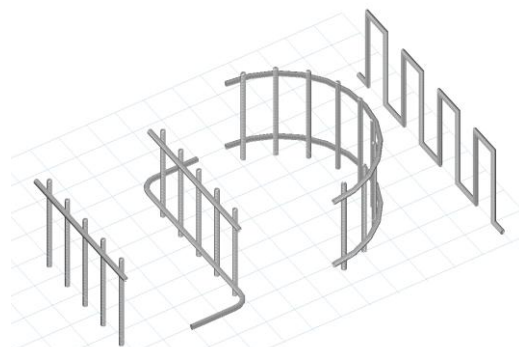
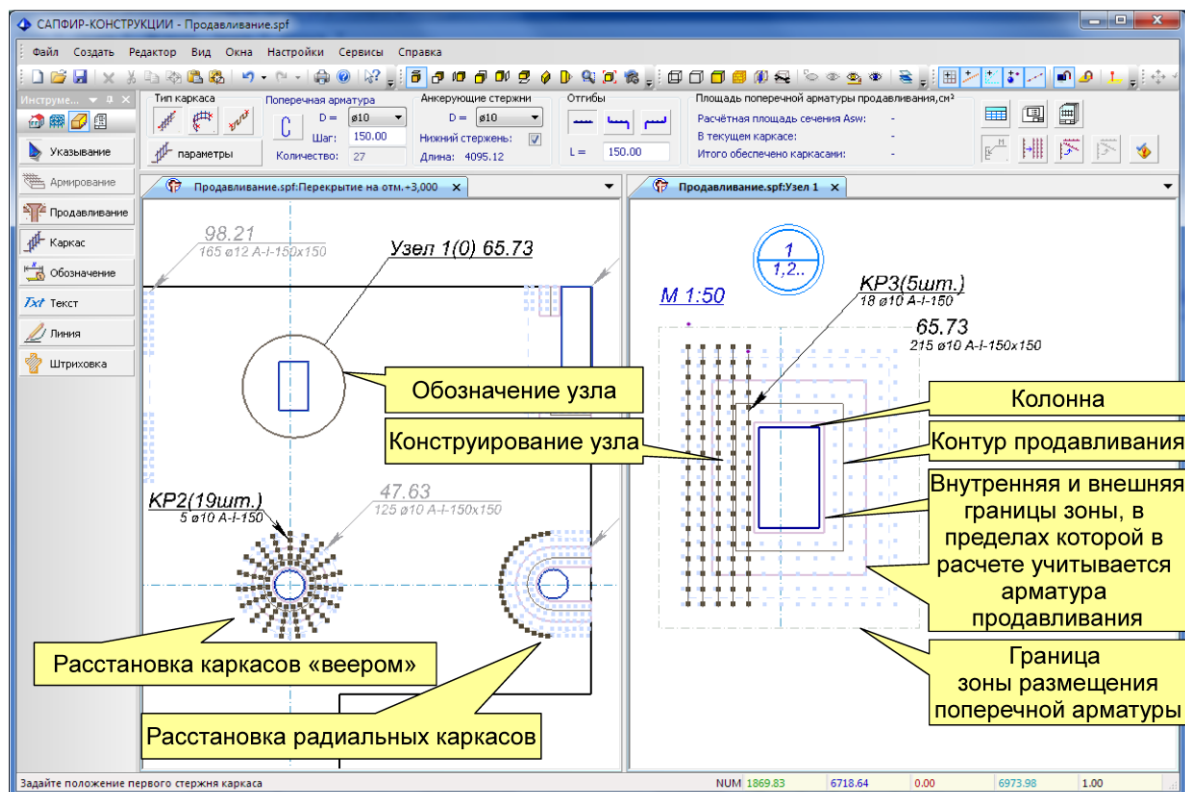

Рис. 23. Каркасы арматуры продавливания
Рис. 24. Конструирование и размещение каркасов на схеме и в отдельном узле армирования
- В автоматическом режиме формируется лист чертежа, включающий схему армирования, чертежи каркасов, ведомости материалов и деталей, спецификацию арматуры, примечания, рис. 24. При дальнейшем редактировании схемы армирования содержимое этого листа чертежей будет обновляться автоматически.
После того, как теоретическая расстановка арматуры закончена, можно приступать к конструированию каркасов. Инструмент «Каркас», рис. 24 позволяет избрать конструкцию каркасов и разместить каркасы в приопорных зонах по результатам вычисленного на предыдущем шаге теоретического армирования. Предусмотрены прямые и радиусные (полукруглые) каркасы, а также каркасы типа «змейка», рис. 23. Прямые и радиусные каркасы могут быть замкнуты нижним распределительным стержнем. Для нижнего стержня могут быть назначены отгибы заданной длины и радиуса в одну или в другую сторону. В прямых каркасах вертикальные стержни могут быть исполнены в виде хомутов. Регулируются шаг, горизонтальные отступы, вертикальные выпуски, длина и радиус отгибов. Можно задать диаметр и шаг поперечной арматуры в каркасе и диаметр распределительной арматуры, то есть стержня, соединяющего поперечную арматуру в каркас. Пользователь размещает каркасы выбранного типа, ориентируясь на теоретические положения стержней, обозначенные в узле продавливания. Программа динамически отслеживает площадь арматуры в узле продавливания, обеспеченную установленными каркасами и информирует пользователя о ее величине. Предоставлены функции ускоренного размещения (параллельно или веером) и оперативной диагностики для выявления наложения каркасов, рис. 24.
Конфигурация каркасов в зоне продавливания некоторого опорного элемента может быть представлена в отдельном виде документирования в качестве узла, см. рис. 24. Узел вычерчивается в укрупнённом масштабе, что облегчает его детальную проработку, нанесение размеров и обозначений. Такой узел может использоваться как шаблон. Его можно применить к другим узлам продавливания, что будет подразумевать повторение аналогичной конфигурации каркасов в этих узлах. Соответственно, в спецификации по каждой плите перекрытия учитывается общее количество каркасов во всех узлах. Детальное изображение узла может содержать фрагменты опалубочного контура плиты перекрытия. Видимая область настраивается путём редактирования прямоугольного контура отсечения.